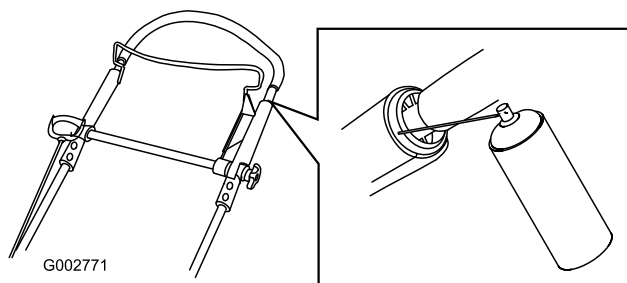

Bild 40
1. Sprühen Sie die äußeren Kunststoffenden des inneren Bügels ein (Bild 40).